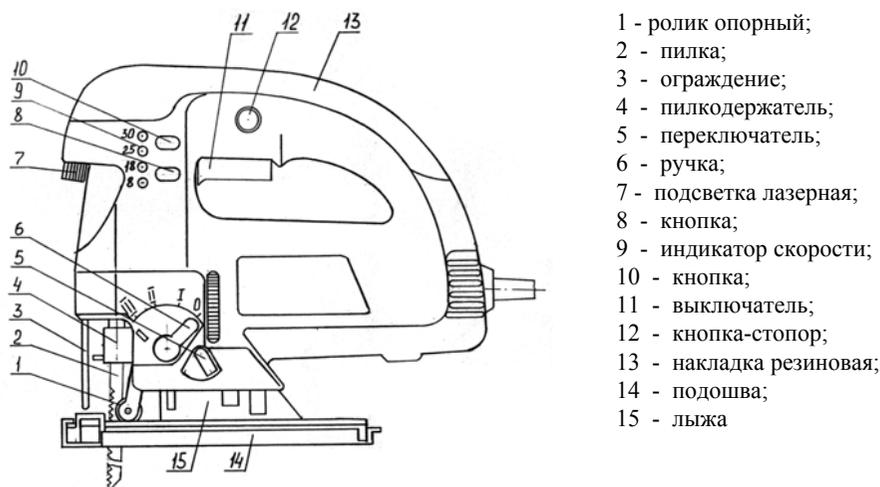

Рис. 1. Общий вид пилы ПЛЭ-1-05
5.1. Общий вид конструкции пилы, ее основные узлы и детали приведены на рис. 1.